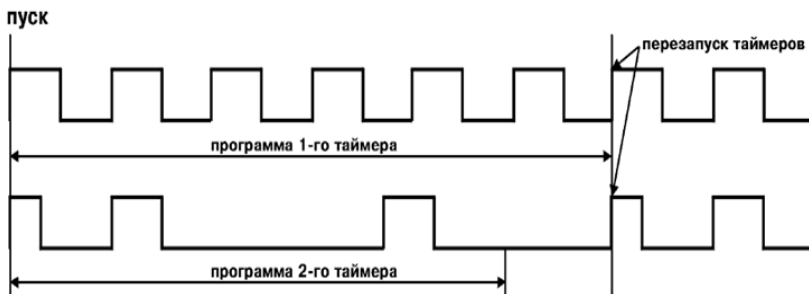

Рисунок 3.16
3.1.7.3 При «rEst» = 2 оба таймера перезапускаются после окончания выполнения программы первого таймера (рисунок 3.16).